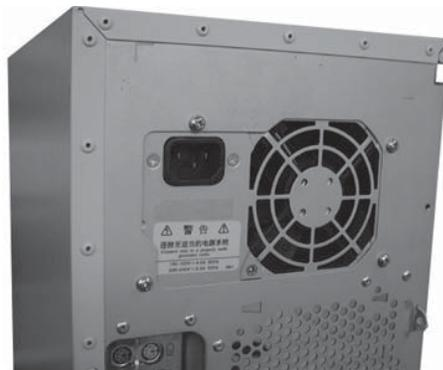

图 2-5 电源安装图
- 4、拧下机箱后板上的 4 个固定电源的螺钉，见电源安装图 2-5。
- 6、安装过程与之相反。将电源从机箱内部沿电源支架、导槽向后移动，直至顶到机箱后板，上紧螺丝（4 个，带垫片）。注意电源接口的相对位置，不能装反，见电源安装图 2-5。将